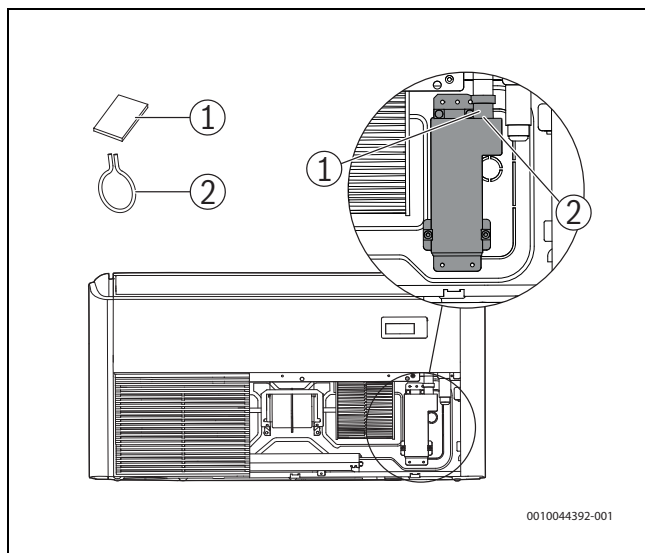

Fig. 44
- ▶ Togliere il materiale espanso (→ fig. 44 [1]) dall'uscita dello scarico condensa, quindi smontare la fascetta stringitubo (→ fig. 44 [2]).
- ▶ Rimuovere i tappi delle valvole di una coppia di collegamento (→ figure 44 e 113, [1], [2] e [3]).